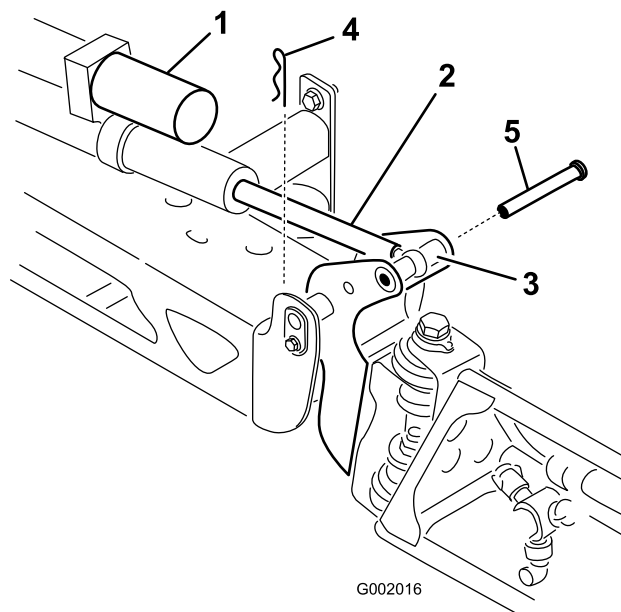

Figura 18
2. Togliete la coppiglia dal perno di articolazione (Figura 18).
3. Sollevate la barra e togliete il perno (Figura 18).
8. Mentre tenete ferma la barra, inserite il perno attraverso l'articolazione della barra e l'asta dell'attuatore (Figura 18).